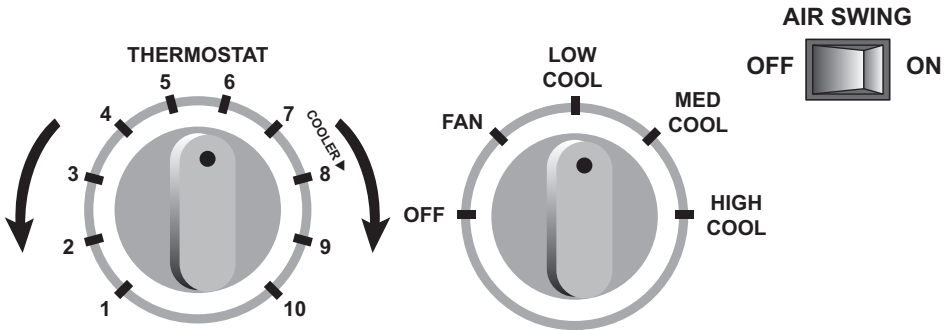

Рис. 3.2
3.1 Управление кондиционерами моделей GJC07AA-E3MNC1A, GJC09AA-E3MNC1A, GJC12AB-E3MNC1A осуществляется с панели блока (рис. 3.2).